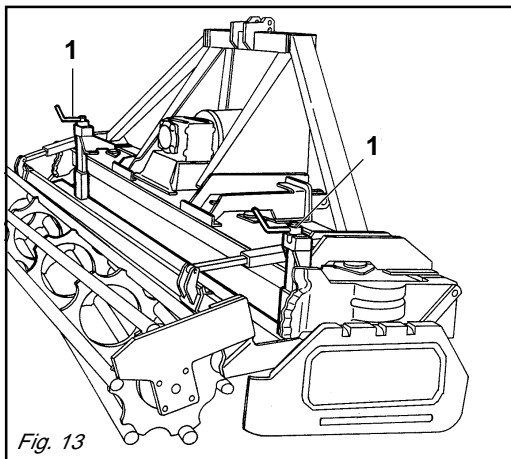

Fig. 13
La barra posteriore (Fig. 13) ha lo scopo di affinare il terreno prima del passaggio del rullo.
Per regolare la posizione di lavoro della barra, agire sui due martinetti (1 Fig. 13) posti ai lati o sulle staffe di bloccaggio, facendo riferimento alla scala centimetrata opportunamente posizionata ai supporti della barra posteriore.
*The rear bar (Fig. 13) refines the soil before the roller passes.*
*To adjust the work position of the bar, use the two jacks (1 Fig. 13) at the sides or the locking brackets, with reference to the graduated scale on the rear bar supports. It is advisable to proceed with these adjustments by keeping the levelling bar as aligned to the machine and soil as possible.*
Der Heckbalken (Abb. 13) hat die Aufgabe, den Boden vor dem Walzen zu zerkrümeln.
Die Regulierung der Arbeitsposition des Balkens erfolgt mit zwei hydraulischen Zylindern (1 Abb. 13) an den Seiten oder auf den Arretierbügel. Dabei ist Bezug auf einen Hundertstelskala zu nehmen, die sich an den Trägern des Heckbalkens befindet. Die Einstellung sollte so vorgenommen werden, daß der Schleppbalken soweit wie möglich zum Maschine und dem Boden ausgerichtet ist.
*La barre arriere (Fig. 13) sert à affiner le terrain avant le passage du rouleau.*
*Réglez la position de travail de la barre au moyen des deux vérins latéraux (1 Fig. 13) ou des pattes de blocage; rappelez-vous à l'échelle en centimètres qui se trouve sur les supports de la barre arriere.*
La barra posterior (Fig. 13) tiene como finalidad la de afinar el terreno antes del pasaje del rodillo.
Para regular la posición de trabajo de la barra, operar con los dos gatos (1 Fig. 13) presentes en los lados o bien con las abrazaderas de bloqueo, tomando como referencia la escala posicionada en los soportes de la barra posterior. Aconsejamos efectuar las regulaciones manteniendo la barra niveladora lo más alineada posible respecto a la máquina y al terreno.